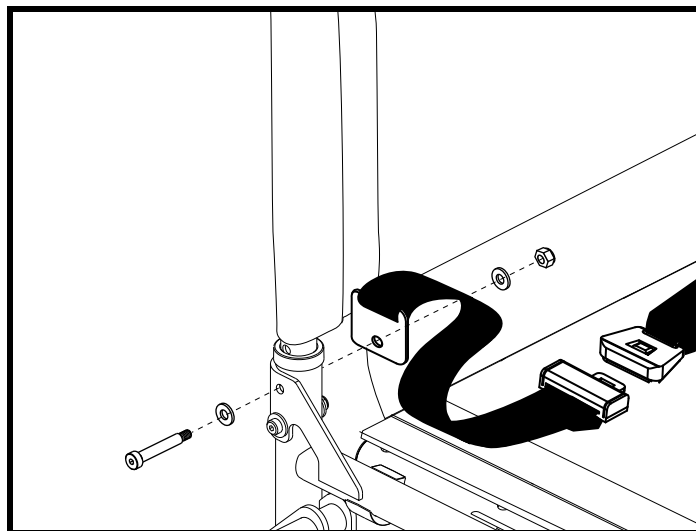

Figure 35. Installation du ceinture de positionnement
Votre fauteuil roulant peut être équipé d'une ceinture de positionnement réglable pour votre confort. Voir la figure 35. Cette ceinture est conçue pour prévenir le glissement vers l'avant ou vers le bas de la personne qui est assise sur le fauteuil. Elle ne peut être utilisée comme ceinture de sécurité dans un véhicule routier motorisé.
1. Retirez les vis sur les montants gauche et droit du dossier. Voir la figure 35.
2. Insérez les vis retirées dans la boucle de la ceinture et au travers du montant de dossier sur chaque côté du fauteuil. Voir la figure 35.